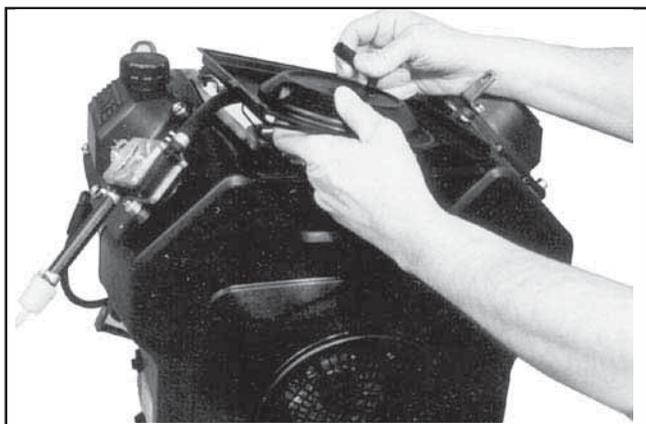

Figure 11-92. Tirer le tuyau d'évent à travers la base.
2. Placer un nouveau joint et la base du filtre à air alors qu'on tire doucement l'extrémité desserrée du tuyau d'évent en caoutchouc à travers la base jusqu'à ce qu'il soit en position (colliers serrés contre chaque côté de la base). Voir la Figure 11-92.